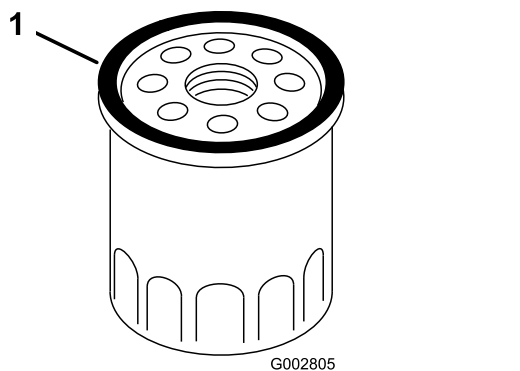

Figure 33
7. Avec les doigts, appliquez de l'huile sur le joint du filtre neuf (Figure 33).